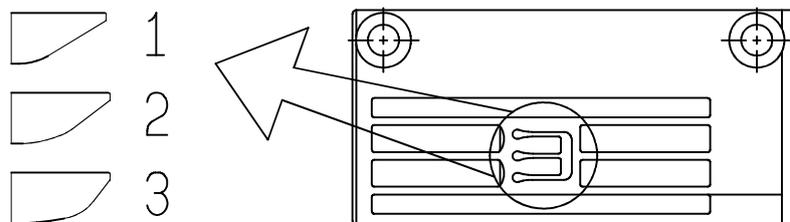

Fig.10
⑥ significa a forma do linguete da chapa da agulha, a qual a função está no botão (Fig.10)